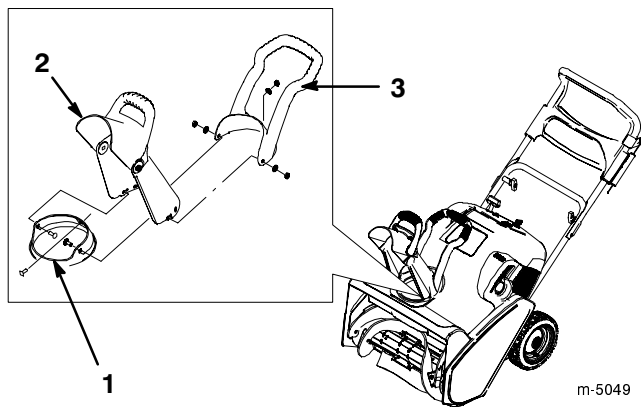

Figure 5
1. Placez l'éjecteur sur la couronne. Alignez les trous arrière de l'éjecteur et le trou au centre de la couronne (Fig. 5).
2. Introduisez une vis par l'intérieur de l'éjecteur jusqu'à ce qu'elle passe juste à travers le trou de ce dernier (Fig. 5).
3. Insérez la poignée sur l'éjecteur, alignez le trou central et la vis, puis insérez toute la vis dans le trou central (Fig. 5).